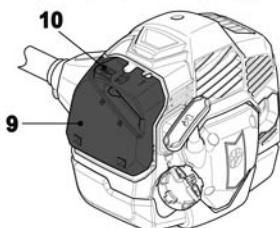

Fig. 36
- > Apăsați opritorul [10] și lăsați jos capacul [9] (Fig. 36, 37).